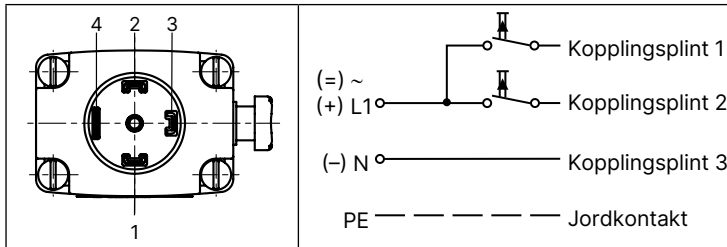

Bild 8: Kopplingsschema
- Anslut impulsventilerna (variabelkod SF 02) enligt "Bild 8: Kopplingsschema". En impuls till kopplingsplinten 1 stänger ventilen; en impuls till kopplingsplinten 2 öppnar ventilen.